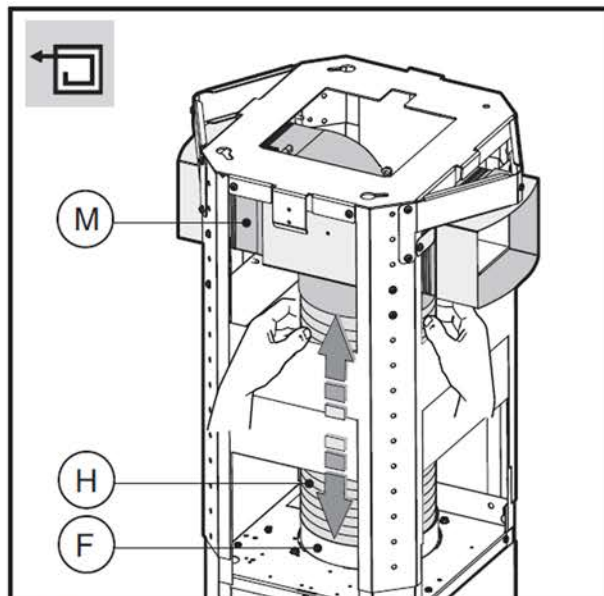

Fig.9
- **Coifa com filtro**: conecte a mangueira flexível **H** (não fornecida) ao defletor **M** (**Fig. 9**).
- Fixe a mangueira flexível **H** sobre o flange de conexão **F** (**Fig. 9**).